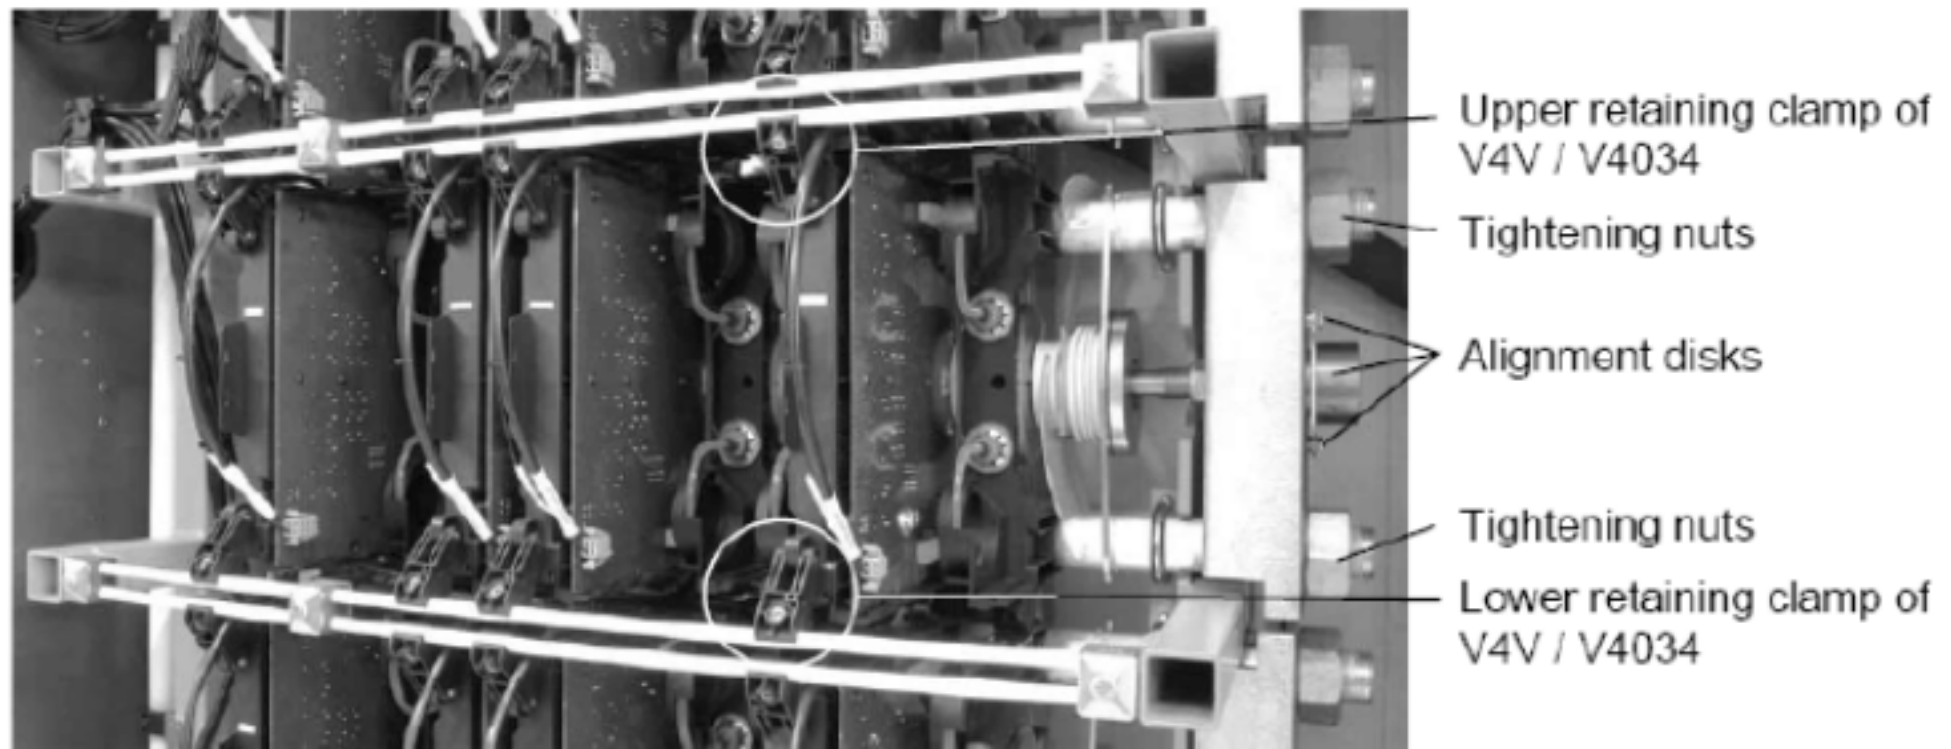

图5.4 水冷型逆变器中相模块加紧装置
固定夹将会被重复使用在新的IGCT上，新的IGCT不带固定夹（见图5.4）
- 1 先用手旋紧均匀的旋紧两边螺母，然后用扳手依次对两个螺母按照每次半圈的方式旋紧直到两个水平片相平（如图5.4）
- 3 拧紧所有固定相模块的部分（如图5.4）